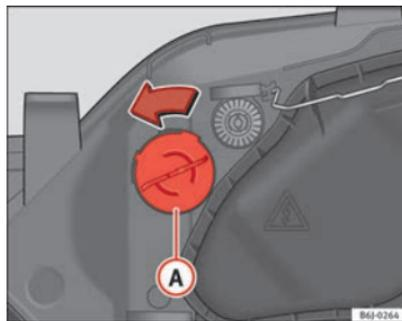

Fig. 159 Feux clignotants
- Tournez le support d'ampoules ⇒ fig. 159 **A** vers la gauche puis tirez.